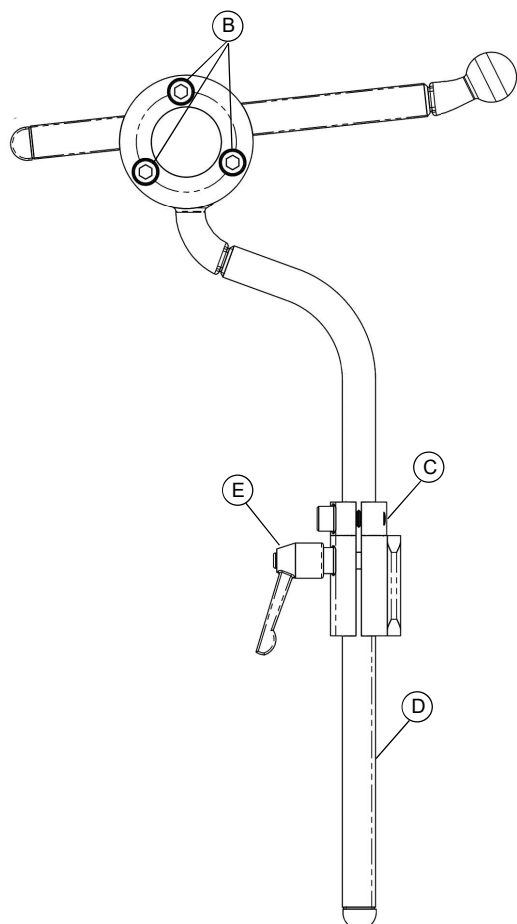
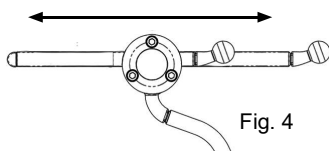
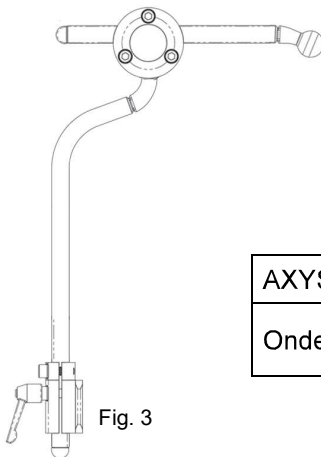

Fig. 1
Fig. 4
Fig. 3
1. Monteer onderdelen zoals getoond in afbeelding 1.
1. Verticaal - Maak de hendel (fig. 1, E) los, stel op de juiste hoogte, en doe dan de borgring omlaag (fig. 1, C). De verticale stang kan worden gedraaid om extra aanpassing van de hoek van de opbouw van kussens/basisplaat te verkrijgen.
2. Diepte en hoek instelling - Draai 3 stelschroeven los (fig. 1, B) voor aanpassing van diepte en hoek (Fig. 4 en 5). Draai de horizontale stang 180° voor grotere hoekinstelling (Fig. 3). Keer de verticale stang 180° voor grotere instelling (fig. 3).